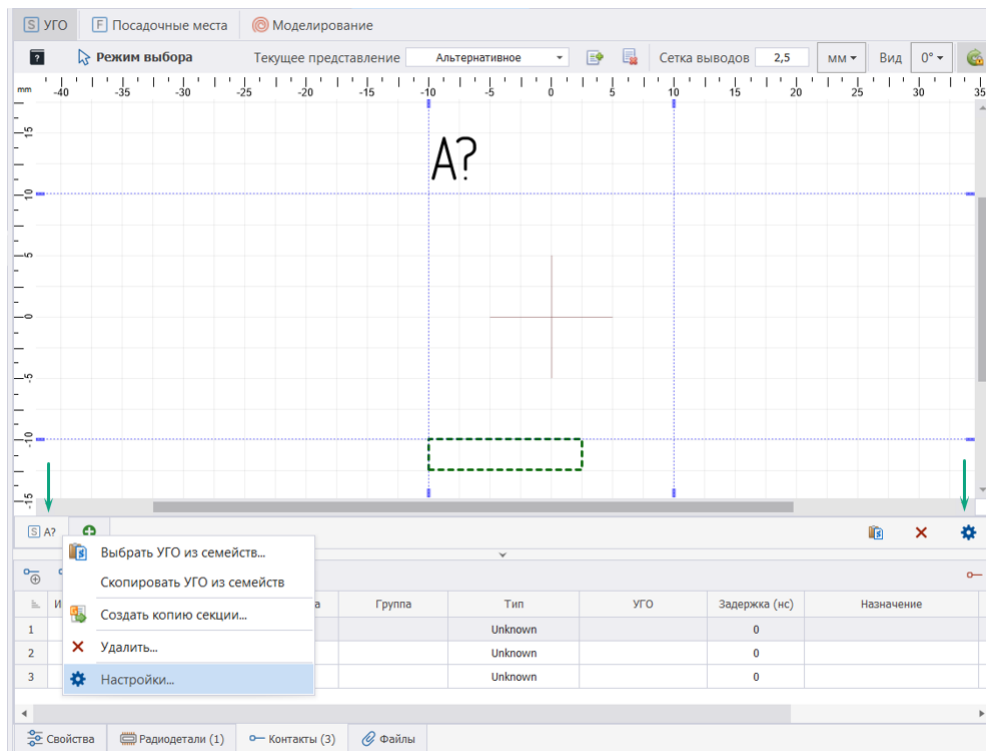

Рис. 209 Вызов окна настроек схемного представления
1. Вызвать окно настроек из контекстного меню секции или с помощью иконки , расположенной в правой части редактора, см. Рис. 209.